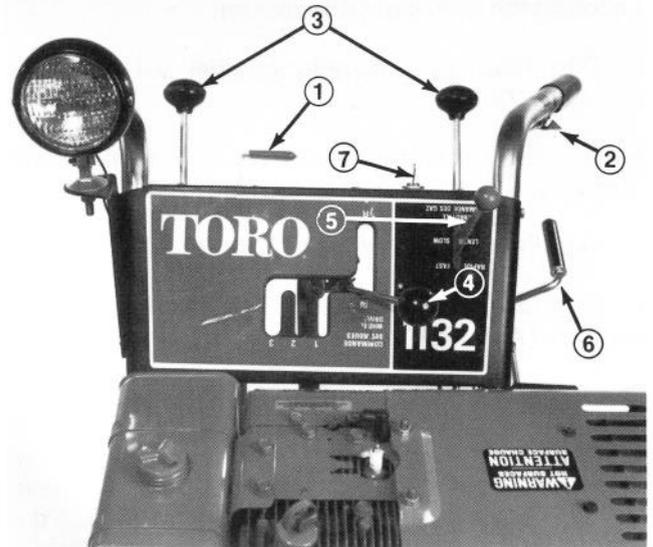

Abb. 25
Räumwerk-Kupplungshebel (Abb. 25) – Dieser Hebel hat zwei Stellungen, nämlich EIN und AUS. Zum Einschalten von Räumwerk und Gebläse zieht man den Hebel langsam nach oben, bis er einrastet. Zum Ausschalten von Räumwerk und Gebläse drückt man den Hebel nach unten.
Sicherheitshebel (Abb. 25) – Bei eingekuppeltem Räumwerk muss ein Sicherheitshebel gegen den Führungsgriff gedrückt werden. Der Motor bleibt stehen, wenn man beide Hebel bei eingeschaltetem Räumwerk loslässt. Diese Sicherheitseinrichtung erinnert den Bedienenden daran, dass er das Räumwerk ausschalten muss, ehe er seinen Platz hinter den Führungsgriffen verlässt.
Radkupplungen (Abb. 25) – Die Räder haben Freilauf, wenn man beide Radkupplungshebel herauszieht. Drückt man beide Hebel hinein, so werden beide Räder angetrieben. Drückt man nur einen Hebel hinein, so wird nur das jeweilige Rad angetrieben, während das andere Freilauf hat.
Gangschalthebel (Abb. 25) – Dieser Hebel hat fünf Stellungen, nämlich N (Leerlauf), R (rückwärts), 1, 2 und 3. Zum Schalten der Gänge bringt man den Hebel in die gewünschte Stellung. Zum Rückwärtsfahren muss man den Hebel in der Stellung R halten. Lässt man ihn los, so kehrt er selbsttätig in Leerlaufstellung zurück. Die Stellungen 1, 2 und 3 werden je nach den Schneesverhältnissen verwendet. Beim Schalten muss der Sicherheitshebel gedrückt sein.
Drossel (Abb. 25) – Die Drossel hat zwei Stellungen, nämlich SCHNELL und LANGSAM. Schiebt man die Drossel nach vorn, so erhöht sich die Motordrehzahl. Nicht mehr Gas geben, als erforderlich ist, um den Schnee auf die gewünschte Stelle zu schleudern.
Auswurfverstellung (Abb. 25) – Dreht man die Kurbel nach rechts, so schwenkt der Auswurftrichter nach links, dreht man sie nach links, so schwenkt er nach rechts.
1. Den Räumwerk-Kupplungshebel auf AUS stellen (Abb. 25).
2. Den Gangschalthebel auf N (Leerlauf) und die Drossel auf SCHNELL stellen (Abb. 25).
5. Den Zündschlüssel auf EIN drehen (Abb. 25).
2. Im Normalfall den Gangschalthebel auf N (Leerlauf), den Räumwerk-Kupplungshebel auf AUS, die Drossel auf LANGSAM stellen und den Zündschlüssel auf AUS drehen (Abb. 25).